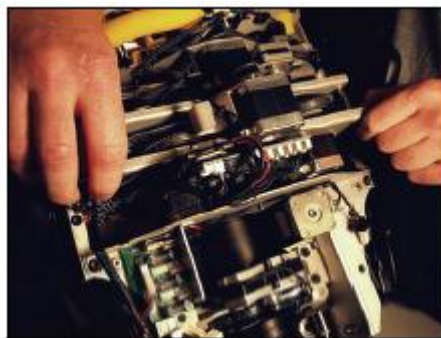

Рисунок 25. Снятие модуля проекции
5. См. рисунок 25. Поднимите модуль проекции из головной части и поместите его двигателями вниз на рабочую поверхность.